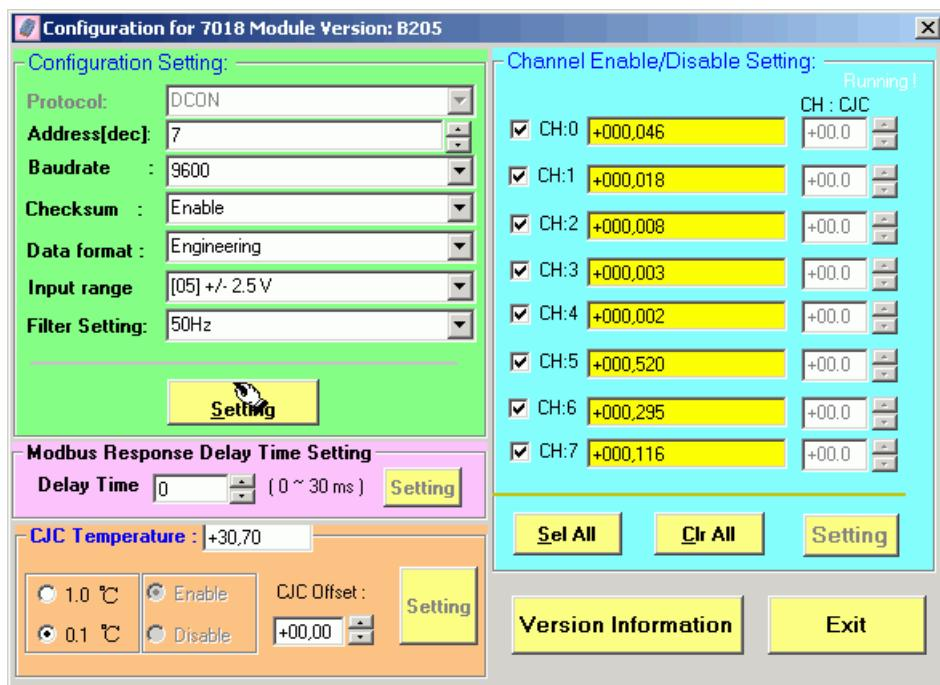

Рисунок 3.8. Окно настройки параметров модуля I-7018 программы DCON Utility.
3.2.7. При необходимости изменить параметры модуля, с помощью программы DCON Utility, двойным щелчком мыши на строке с названием модуля вызывают окно настройки параметров модуля (см рис. 3.8). В этом окне можно внести изменения в конфигурацию. Чтобы применить новые параметры нажать кнопку "Setting".